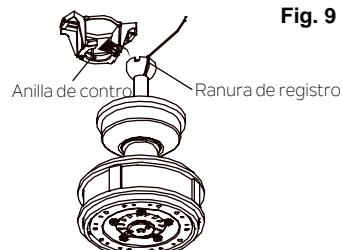

Fig. 10
**Paso 6.** Ahora levante el cuerpo del motor a su posición y coloque la bola de suspensión en el soporte de suspensión. Gire hasta que la "Anilla de control" haya caído en la "Ranura de registro" y se asiente firmemente. (Fig.10) Todo el cuerpo del motor no debe girar si esto se hace manera correcta.